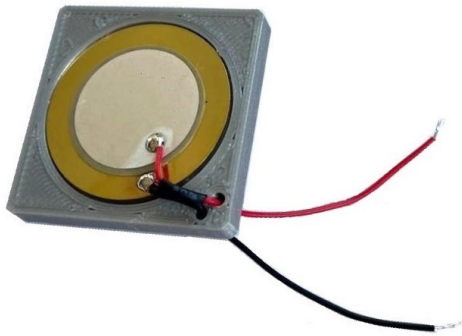

Abb. 9: Kabel durch Piezoplatte
- (10) Ziehen Sie ein Stück **SCHRUMPFSCHLAUCH** soweit wie möglich über die Kabel hin zum **PIEZOELEMENT** und erhitzen Sie dies vorsichtig mit einem Feuerzeug o. Ä., sodass der Schlauch zusammenschrumpft (Abbildung 9).
- (11) Ziehen Sie die Enden der Kabel durch jeweils ein Loch der Platte (Abbildung 9).